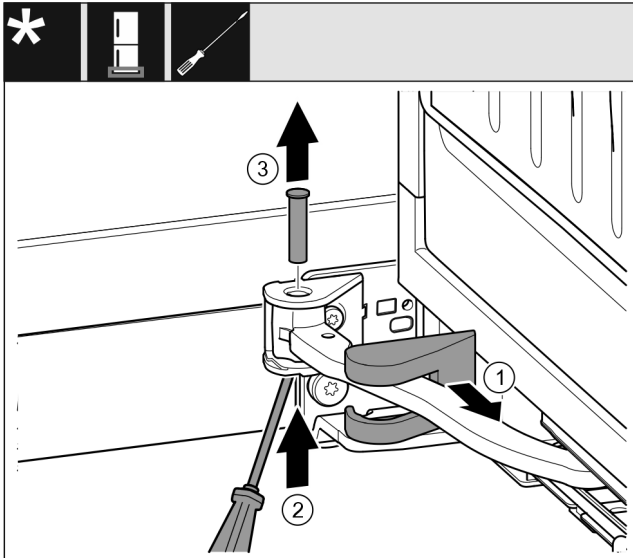

Fig. 19
- ▶ Stiahnite kryt ložiskovej konzoly Fig. 19 (1) a presuňte ho pozdĺž kĺbu.
- ▶ Nadvihnite čap Fig. 19 (2) zdola pomocou skrutkovača.
- ▶ Vytiahnite čap Fig. 19 (3) zhora.